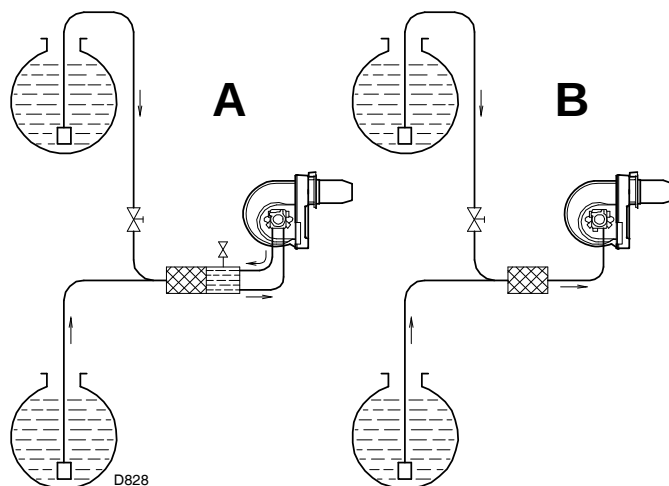

Abb. 16
- Bypass außerhalb der Pumpe (A, Abb. 16) (empfohlene Ausführung)
- Bypass innerhalb der Pumpe (B, Abb. 16)